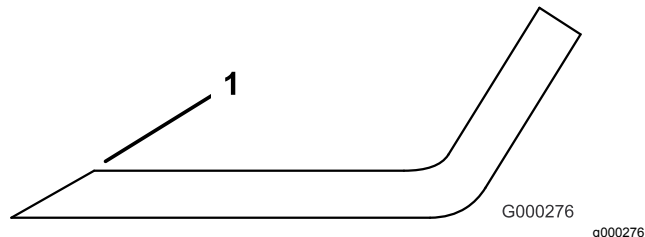

Figura 104
3. Inspeccione as extremidades de corte de todas as lâminas e afie-as se apresentarem sinais de desgaste ou ranhuras (Figura 104).
Nota: Afie apenas a zona superior da parte cortante e mantenha o ângulo de corte original para garantir um desempenho eficaz da lâmina (Figura 104). A lâmina manterá o equilíbrio se for retirada a mesma quantidade de metal de ambas as extremidades de corte.